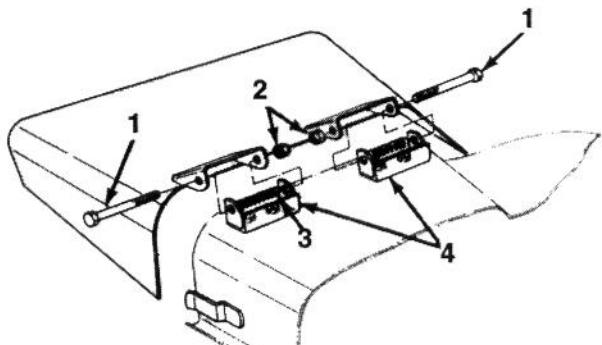

Bild 10
1. Die zwei Sechskantschrauben, Sperrmuttern und Federn entfernen, mit denen das Prallblech an den Schwenkprofilen abgesichert ist (Bild 10).
2. Zum Entfernen der Schwenkprofile, die Sechskantschrauben, Sperrscheiben und Muttern entfernen (Bild 10).